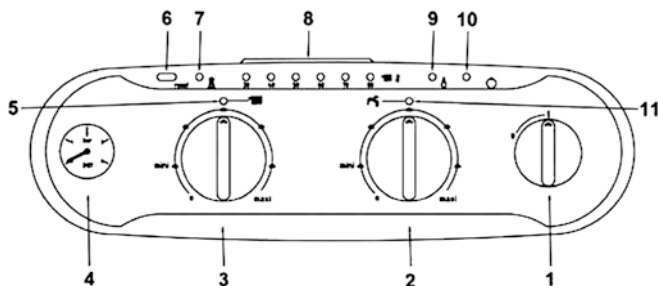
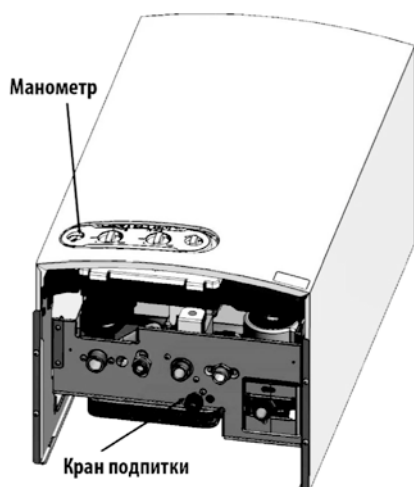

Рис. 1. Панель управления.
Рис. 7. Кран для заполнения водой системы отопления.
Для активации режима необходимо повернуть ручку регулировки температуры ОВ на положительную величину. После этого лампочка индикации режима отопления должна загореться. Во время нагрева системе отопления на панели блока управления должна отображаться фактическая температура (поз. 8 – рис. 1). Регулировка осуществляется в пределах от 35-85°C
Для отображения неисправностей в работе котла панель управления снабжена световыми диодами (поз. 8 - Рис. 1). Каждой неисправности соответствует своя последовательность горящих/моргающих диодов. Расшифровка последовательностей приведена в разделе 6.1.
Для включения котла поверните переключатель ВКЛ / ВЫКЛ (поз. 1 - рис. 1) в положение (I)
Для выключения котла поверните переключатель ON/OFF (поз. 1 - рис. 1) в положение (0).
С помощью ручки регулировки температуры в системе отопления (поз. 2 – рис. 1) установите необходимую температуру теплоносителя от 35 до 85 °С.
С помощью ручки регулировки температуры горячей воды (поз. 3 – рис. 1) установите необходимую температуру горячей воды от 30 до 60 °С.
Давление в системе отопления, измеряемое манометром котла (поз. 4 – рис. 1), должно составлять 1,3-1,5 бар. Если во время работы котла давление в системе упадет до величины ниже минимально допустимой, котел будет остановлен и индикация неисправности (поз. 8 рис.1) высветит ошибку 13 (см. табл. 5). С помощью крана подпитки воды (рис. 7) доведите давление до первоначального значения 1,3-1,5 бар. По окончании операции всегда закрывайте кран подпитки системы отопления.